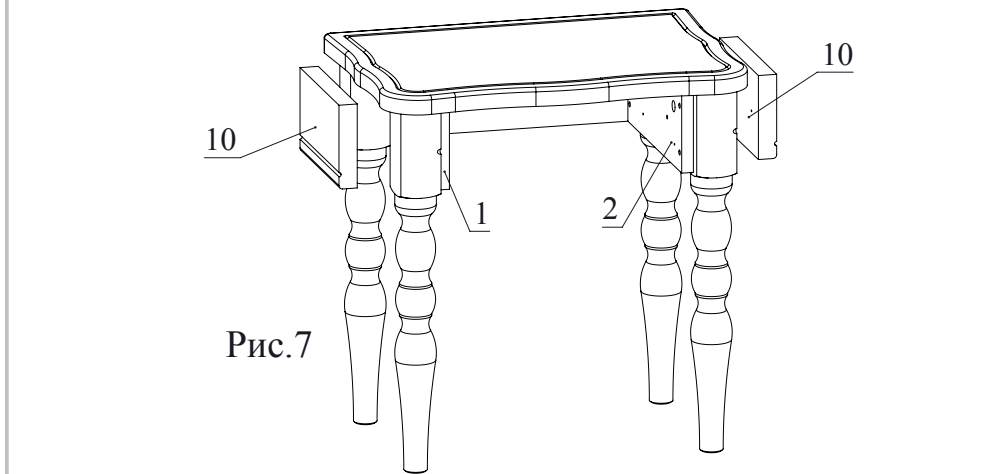

Рис.7
6. Прикрутить при помощи шурупов 4x30 детали 10 к деталям 1, 2 (Рис. 7).